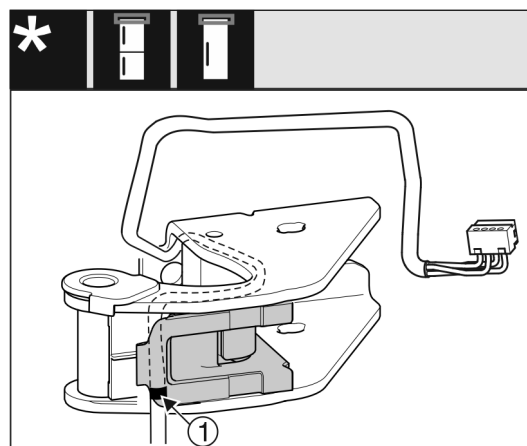

Fig. 19
- ▶ Den midterste markering skal da ligge på kanten af kabelholderen Fig. 19 (1).